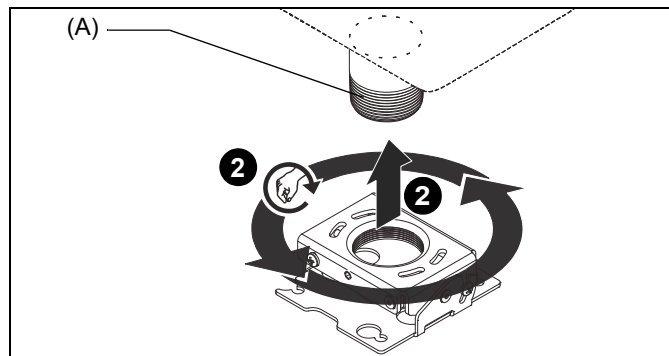

Figure 9
2. Alignez le support de montage pour projecteur avec l'extrémité du tube fixe de 3 po (A) et vissez-le sur le tube en tournant dans le sens antihoraire, puis serrez à la main, en veillant à ce que quatre filets minimum soient engagés. (Voir Figure 9)